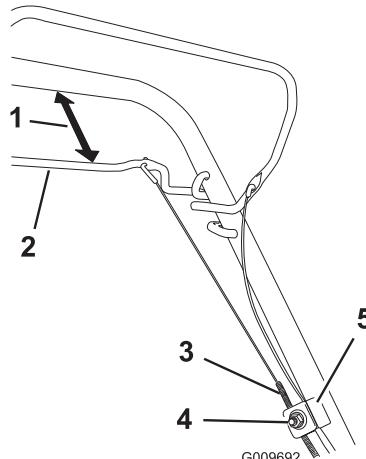

Figure 30
- Desserrez l'écrou du support de câble (Figure 30).
2. Maintenez la barre de commande d'autopropulsion à 25 à 38 mm (1 à 1,5 po) du guidon (Figure 30).
3. Tirez la gaine du câble vers le bas (vers la machine) jusqu'à ce qu'il n'y ait plus de mou dans le câble (Figure 30).